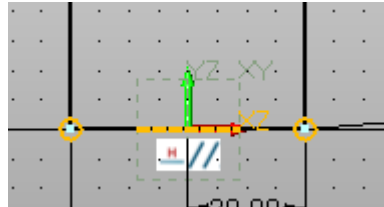

Bild 24: Markierte Elemente
- Selektieren der Linie und der Punkte wie im Bild 24 dargestellt